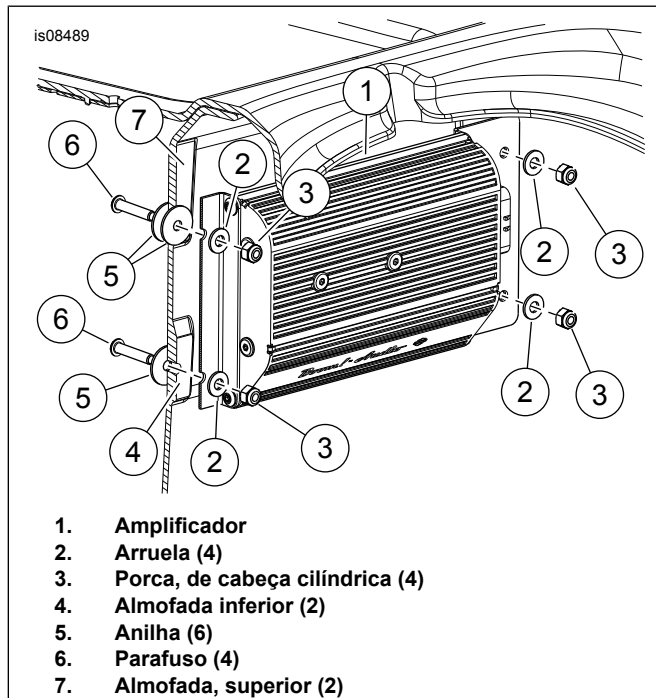

Figura 2. Instalação do amplificador
6. Ver Figura 2 . Posicione o amplificador e os suportes (1) sobre as quatro almofadas elevadas (4 e 7). Posicione o conetor em direção ao lado esquerdo do veículo conforme mostrado. Centre os furos inferiores sobre as almofadas inferiores (4).
11. Ver Figura 2 . Coloque uma anilha (5) nos parafusos (6). Instale através dos furos no interior da bagageira. Do lado de fora da bagageira, coloque uma anilha extra (5) sobre os parafusos superiores apenas para atuar como um espaçador. Posicione o amplificador e os suportes (1) sobre as quatro almofadas elevadas (4 e 7). Posicione o conector em direção ao lado esquerdo do veículo. Instale as anilhas (2) sobre os suportes e parafusos. Fixar com uma porca (3). Aperte.